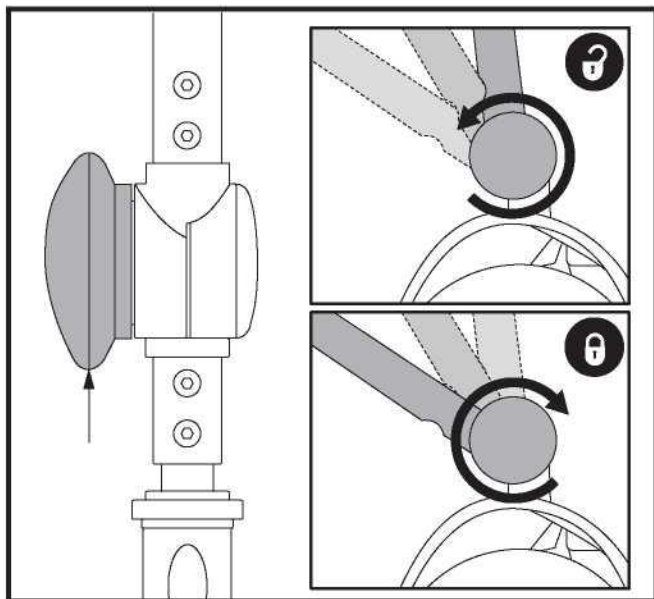

Figure 24. Réglage du guidon
REGLAGE DE L'INCLINAISON DU GUIDON (Voir la figure 24)
1. Avec le siège et la batterie retirés (voir les procédures de démontage sur la page précédente), abaissez le guidon et serrez le bouton de réglage. **Voir la figure 24.**